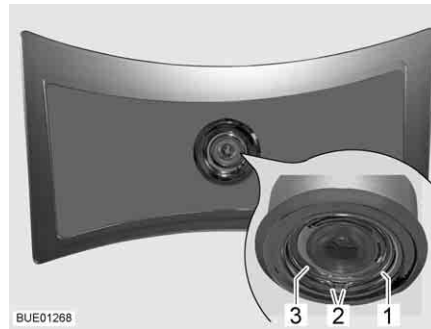

Fig. 296 Lampada a soffitto
- Premere la rondella (Fig. 296,1) sulle sue due estremità (Fig. 296,2) e rimuoverla.
- Estrarre l'involucro (Fig. 296,3) con LED dalla lampada.